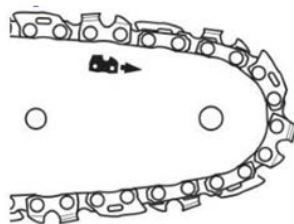

Rys. 10
- 2) Podnieś czubek prowadnicy (13) i utrzymuj go w tej pozycji podczas regulowania napięcia (rys. 10).